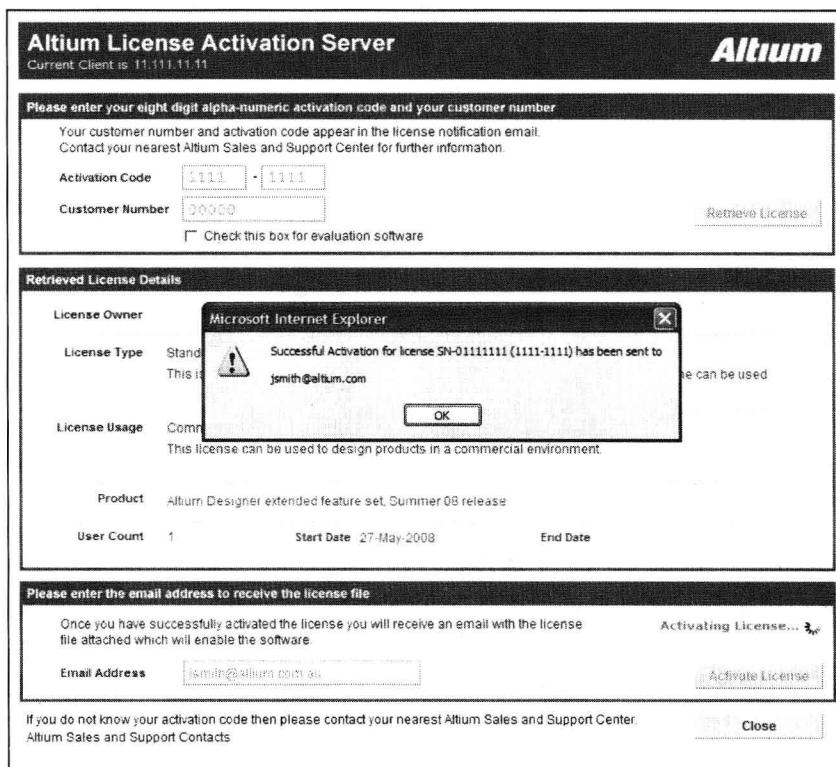

图 1-14 激活成功窗口
(4) 将正确的许可信息输入，并填写个人邮箱地址，以便接受许可文件。激活成功，弹出对话框，如图 1-14 所示。